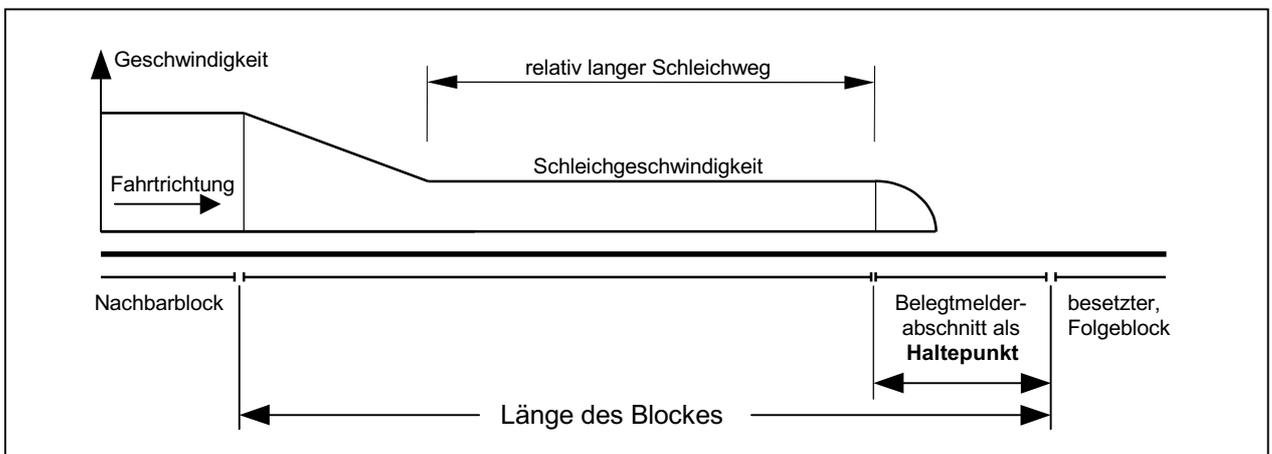

Bild 21.4 Geschwindigkeitsverlauf bei Anordnung eines Haltepunktes
In Bild 21.4 ist jetzt der Geschwindigkeitsverlauf nach Einbau eines Haltepunktes dargestellt. Der Zug wird zwar wieder unmittelbar nach Erreichen der Blockgrenze abgebremst, jedoch nur noch bis zu der am Fahrregler eingestellten Schleichgeschwindigkeit. Mit dieser Schleichgeschwindigkeit "tastet" er sich innerhalb des Blockes solange vor, bis von dem angegebenen Haltepunkt eine Belegtmeldung eingeht. Erst jetzt erfolgt das endgültige Anhalten. Die Stopstelle ergibt sich dann aus der am Fahrregler eingestellten Bremscharakteristik im Haltepunkt, dem Ausrollverhalten des Lokmotors (Schwungmasse !) und dem durch einen auf der Blockplatine befindlichen Elko leicht gedämpften Zusammensinken der Fahrspannungsimpulse. Der Geschwindigkeitsverlauf ist daher als Kurve angedeutet.
**Bei langen Blöcken** und niedrig eingestellter Bremscharakteristik ist jedoch auch dieser Geschwindigkeitsverlauf letztlich nicht zufriedenstellend, da der Zug über eine weite Strecke nur mit der Schleichgeschwindigkeit fährt. In Bild 21.4 beträgt diese Strecke fast die halbe Blocklänge. Die Anordnung eines weiteren Belegtmelderabschnittes innerhalb des Blockes, der dann als Bremspunkt deklariert wird, führt